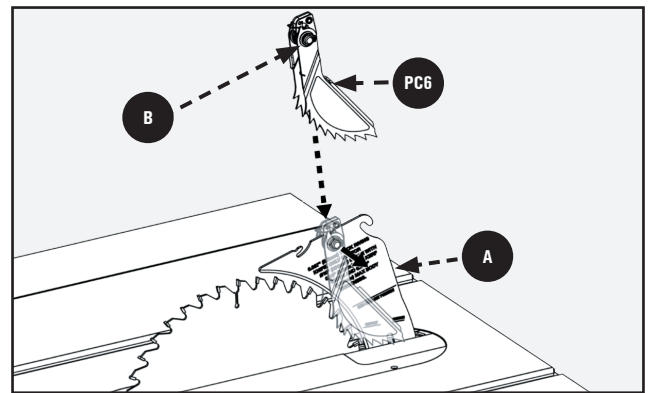

FIGURE 13
1. Reportez-vous à la Figure 13 et localisez la fente de montage des doigts anti-retour au milieu du bord supérieur du couteau diviseur.